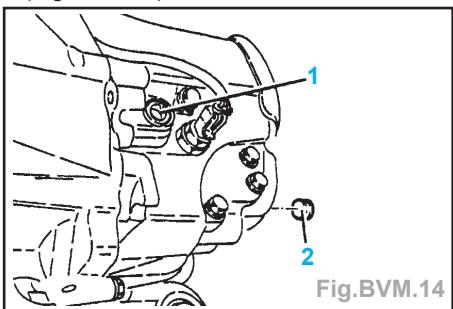

Fig.BVM.14
- Déposer le bouchon de remplissage (1) (Fig.BVM.14).